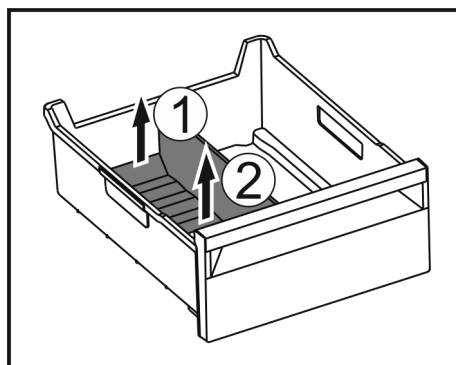

Fig. 138
- ▶ Podignite stražnji dio pregrade ladice za led. Fig. 138 (1)
- ▶ Izvadite pregradu ladice za led prema gore. Fig. 138 (2)